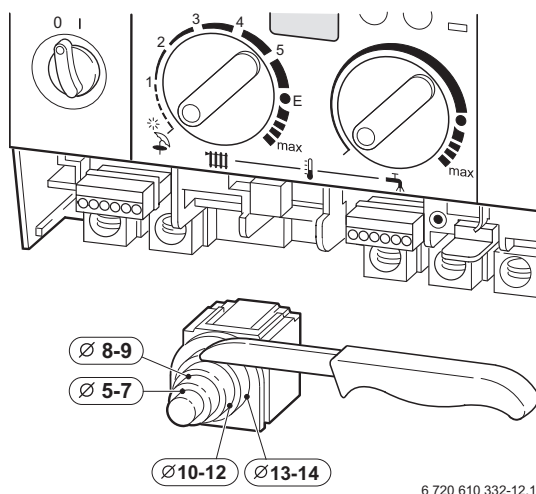

Fig. 11
- Per la protezione contro gli spruzzi d'acqua (IP): Definire il foro del passacavo in base al diametro del cavo stesso (Fig. 11).